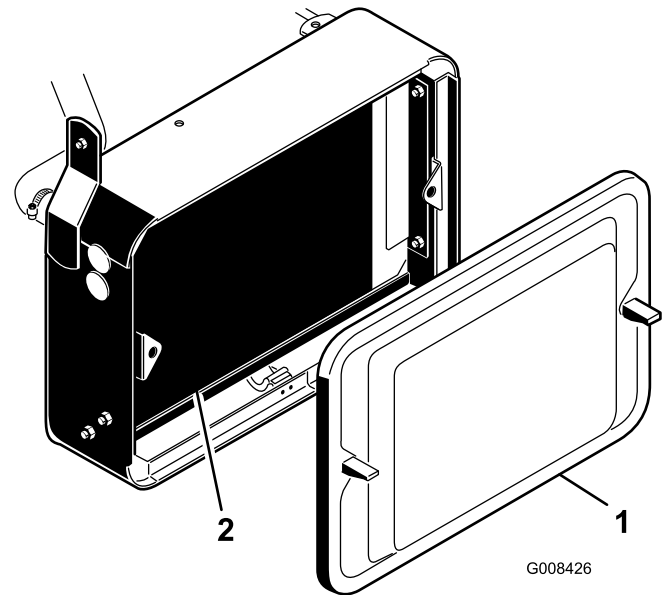

Figure 45
1. Retirez l'écran du radiateur (Figure 45).